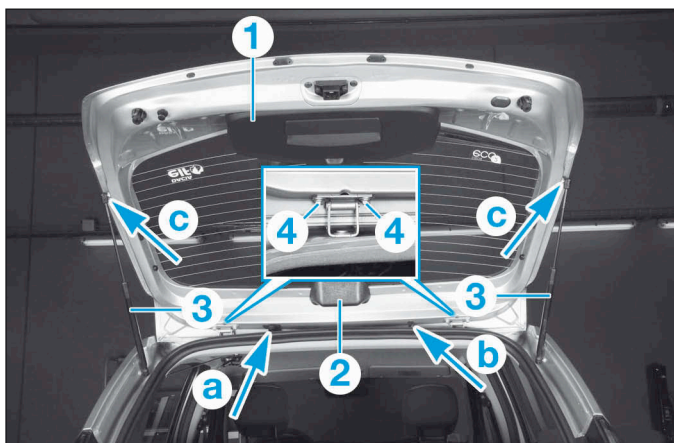

FIG.68
- Déposer la garniture de hayon (1) (voir opération concernée).
- Déposer le couvercle (2) du 3^e feu de stop.
- Sortir du hayon le faisceau électrique en (a) et la durit de gicleur de lave-vitre en (b) (**Fig.68**).
- Désolidariser les vérins (3) du hayon en (c).